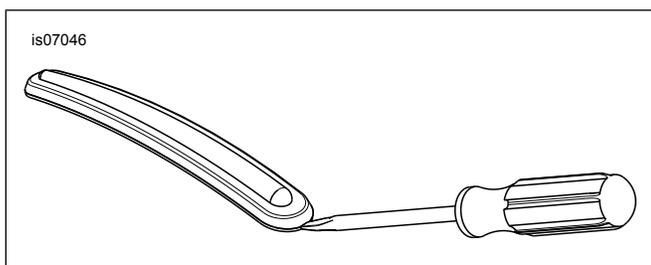

Figure 2. Retirer les bandes de garniture de garde-boue
- b. Voir Figure 2 . Introduire la pointe du tournevis entre l'encadrement chromé et la bande de garniture en caoutchouc.